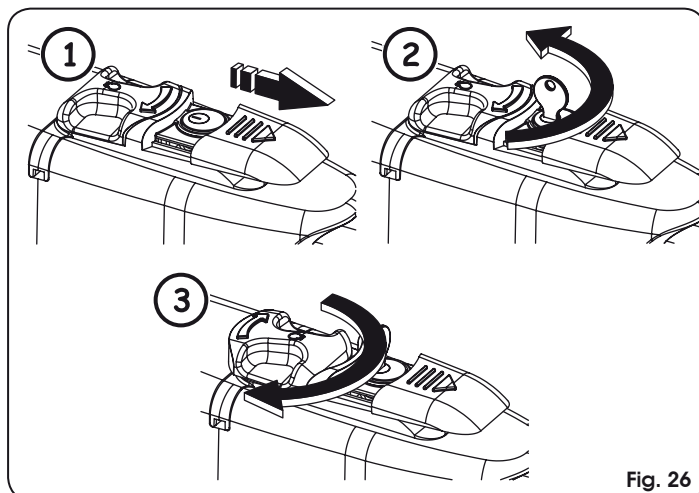

Fig. 26
4. Pour débloquent l'opérateur tourner de 180° le levier de manœuvre dans la direction de la flèche présente sur le système de déblocage, Fig. 26/3.